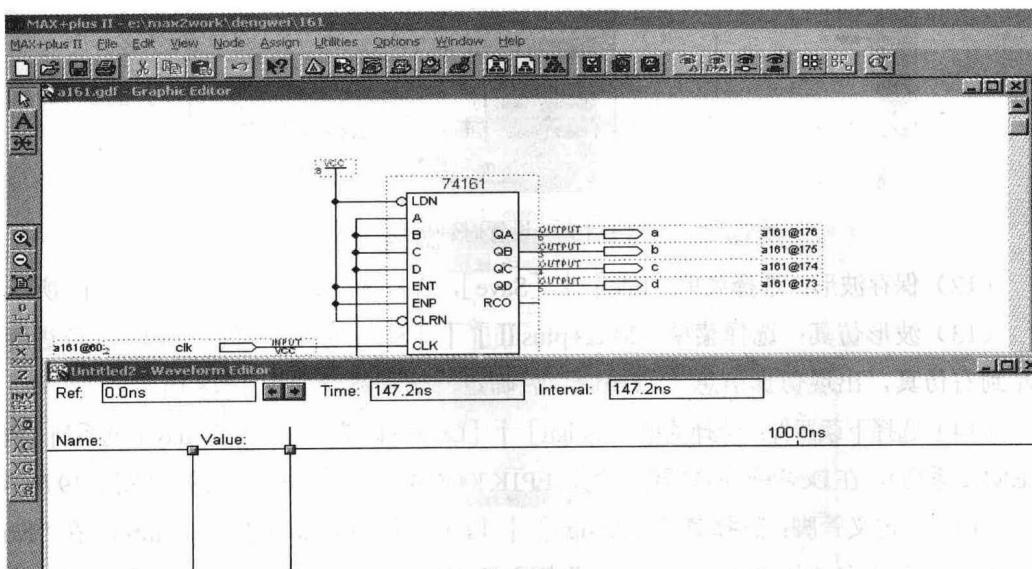

图 1-14 波形编辑主窗口
(9) 波形编辑主窗口：选择菜单 [Max+Plus II] | [Waveform Editor]，如图 1-14 所示。